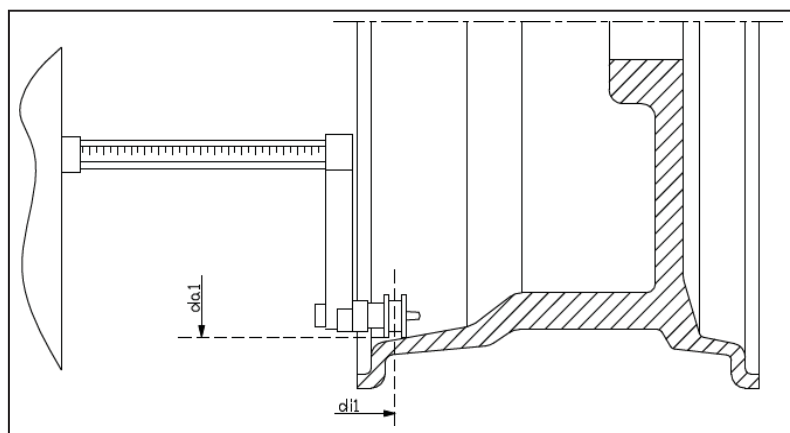

Рис. 3.8 - Автоматическое получение расстояния к внутренней плоскости в Типе программы ALS2
3. Выдвиньте датчик расстояния / диаметра и поместите его на диск, к соответствующей внутренней плоскости, выбранной для установки балансировочного грузика. См. рисунок 3.7 для типа программы ALS1 и рисунок 3.8 для типа программы ALS2;